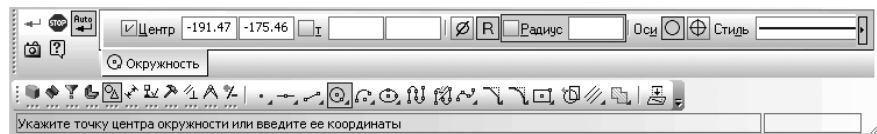

Рис. 8.88. **Панель свойств: Окружность, Компактная панель**, с нажатой кнопкой **Окружность** и строка сообщений
**Панель свойств: Окружность, Компактная панель**, с нажатой кнопкой **Окружность**, и строка сообщений показаны на рис. 8.88.